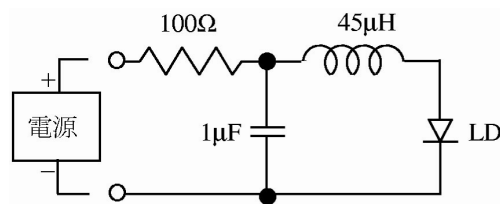

図 7 半導体レーザーを駆動するための回路
〔3〕 半導体レーザー (LD) の特性を調べる。使用する LD には、図 7 のような配線が既になされている。この回路に電源と電圧計、電流計を接続して、この回路を流れる電流とこの回路にかかる電圧を測定し、それらの値を使って、LD を流れる電流と、LD にかかる電圧を求めよ。
（回路に印加される電圧から、抵抗による電圧降下分を差し引くことによって、LD にかかる電圧が求められる。）またその時の LD の光出力も同時に測定せよ。このとき、パワーメーターの受光部を、LD の出力部になるべく近づけて、出力光のほとんどを受光ようにすること。また、用意されている電圧計では測定可能な電圧が足りないため、この課題ではその代わりに電源回路の電圧表示を用いること。ただし図 7 中のコイルとコンデンサーは、LD への過電流防止のために挿入されているものであり、本実験のような直流電圧の印加時には、それぞれ、抵抗ゼロ、抵抗無限大と考えてよい。